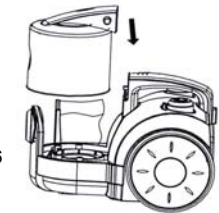

Fig. 6
5. Reemplace la bolsa de la tierra. (Fig. 6)